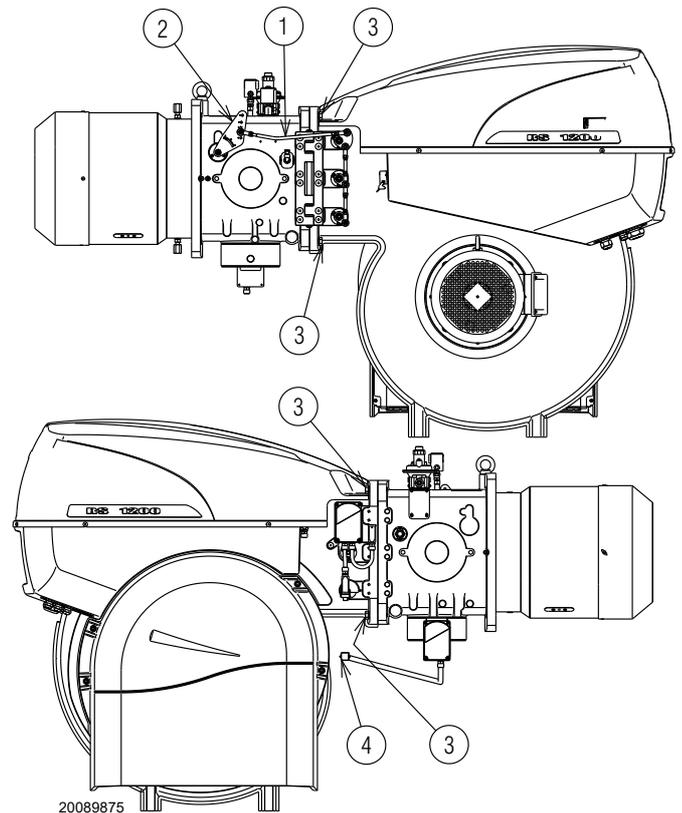

Fig. 35
- Retirer le tirant 1)(Fig. 35) du levier de déplacement de la tête en desserrant l'écrou 2).